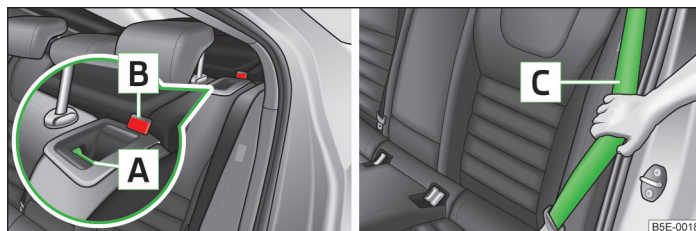

Fig. 55 Spătarul de scaun: deblocarea/blocarea
➤ Apăsați butonul de siguranță **A** » fig. 55 și rabatați la maxim spre înainte spătarul scaunului.
► Mențineți centura de siguranță laterală **C** » **fig. 55** la capitonajul lateral.